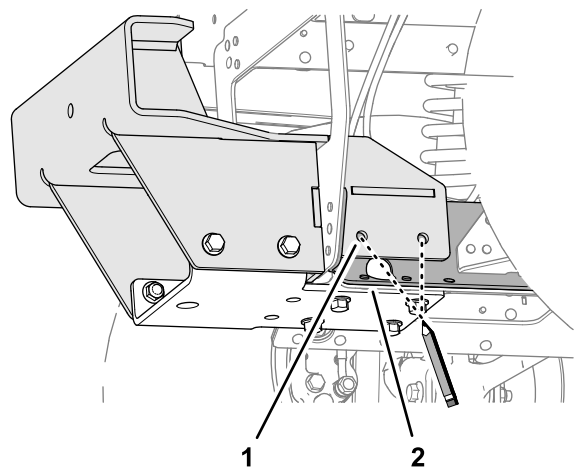
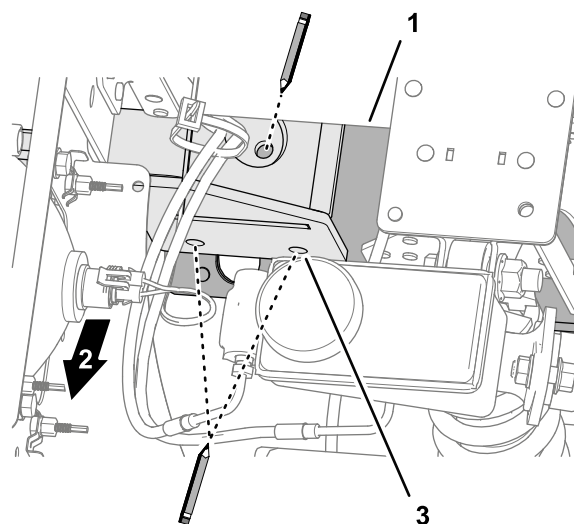
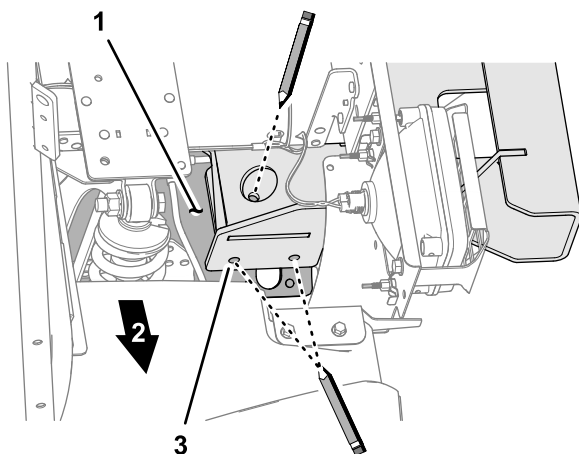

図 53
図 54
図 55
2. 図 53, 図 54, および 図 55 に示すように、ボトムブラケットの6つの穴位置をセンターチャンネルプレート上にマークする。